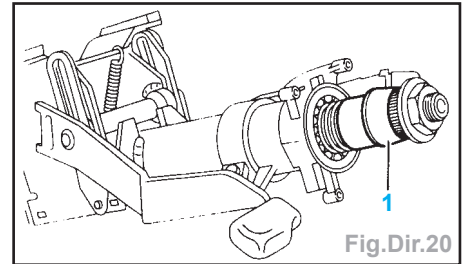

Fig.Dir.20
- Emboîter la bague d'adaptation de la dentelure multiple (1) à la colonne de direction et visser l'écrou hexagonal à la colonne (Fig.Dir.20).